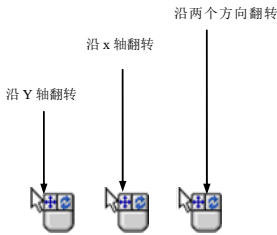

图 2-44 3 种[翻转]标示
- 4. 将鼠标指针移动到黑色原点符号的中心或端点处，鼠标指针会变化为 3 种形状，从而显示 3 种翻转效果（图 2-44）。单击鼠标左键会使草图沿 X 轴、Y 轴或两者的方向翻转。